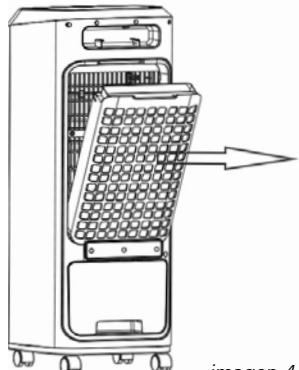

Imagen 4
1. Primero saque la malla trasera como indica la dirección de la flecha. Imagen 4.